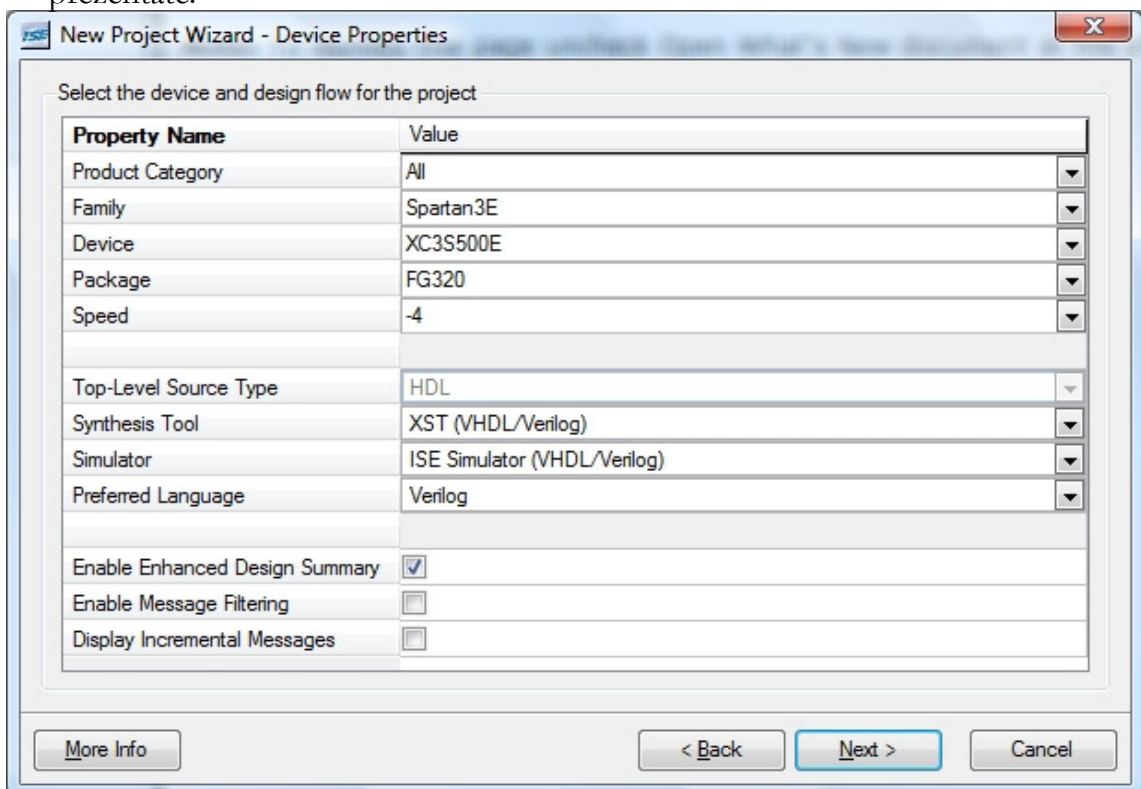

Figura 2.4
- La urmatorul pas se vor completa campurile din Figura 2.4 cu optiunile prezentate: